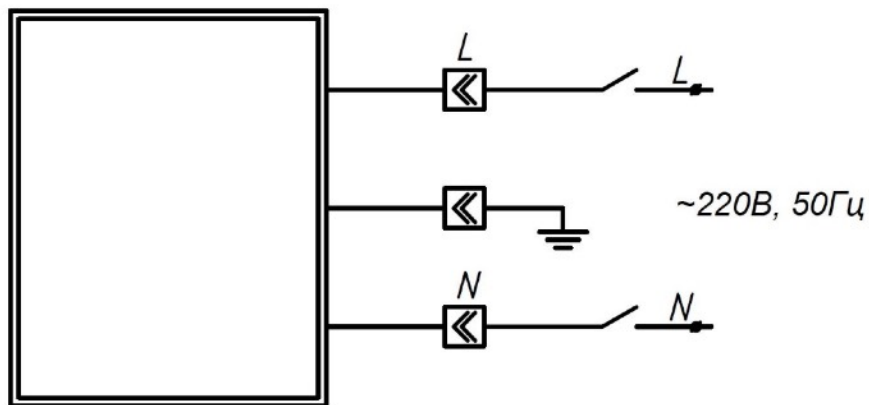

Рис. 2. Схема подключения
3.4. Подключить питающий кабель согласно «Схемы подключения» - Рис. 2. Подключение прибора к сети 220В осуществляется путем соединения сетевых проводов (коричневый – фаза, синий – ноль, зеленый - земля) через надежное соединение. Допускаются соединения: винтовые и зажимные. Не допускается скрутка проводов из разных материалов – медь и алюминий.